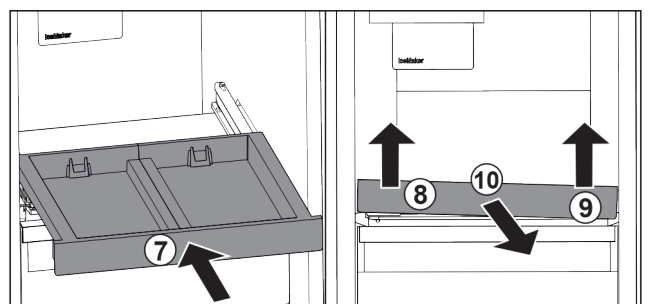

Fig. 141
- ▶ 推入拉出式搁板。Fig. 141 (7)
- ▶ 抬起抽屉左前部。Fig. 141 (8)
- ▶ 抬起抽屉右前部。Fig. 141 (9)
- ▶ 向前取出拉出式搁板。Fig. 141 (10)